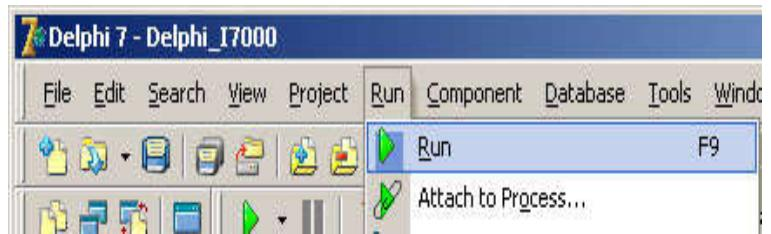

Рис. 79. Запуск приложения
10. Приложение, позволяющее управлять модулями, создано. Для его компиляции и запуска необходимо выбрать пункт меню «Run/Run F9» или нажать горячую клавишу **F9** (рис. 79). Проверим работоспособность программы для устройства **I-7080**, имеющего адрес **02** и подключенного к **СОМ-порту №4**, настроенного на скорость **9600 бит/с.**